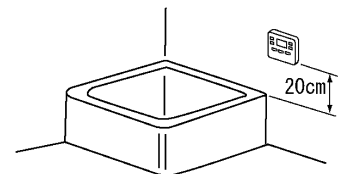

図7
(1) 取り付け場所の選定
- 入浴の際、お湯がかかったりすることのない位置に取り付けてください。浴そうから20cmぐらい上の位置が適当です。(図7)